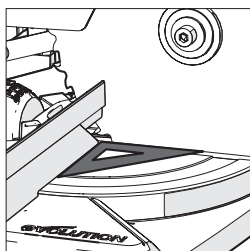

Fig. 14
- Plaats de hoeklineaal op de tafel met een korte kant tegen het hek, en de andere korte kant tegen het blad (vermijd de TCT tips van de zaagtanden) **(Fig. 14).**